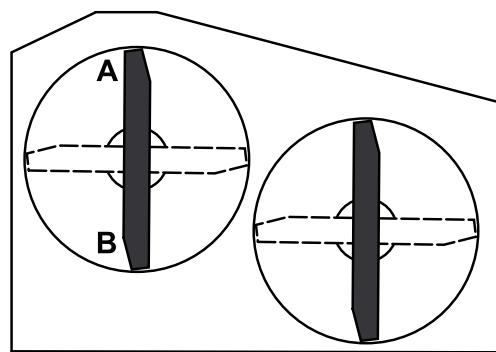

Figura 60
- Coloque una cuchilla en posición longitudinal. Mida en las posiciones **A** y **B** desde una superficie nivelada hasta el filo de corte de los extremos de la cuchilla (Figura 60).